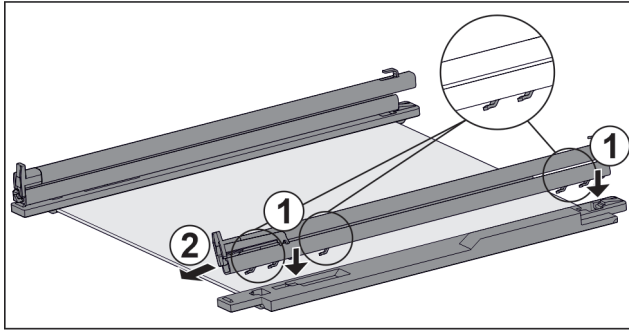

Fig. 154 Стъклена плоча с релси и задържащи части
- ▶ Поставете кукиците на релсата върху отворите на **лявата** задържаща част. Fig. 154 (1)
- ▶ Издърпайте релсата напред. Fig. 154 (2)
- ▶ Поставете кукиците на релсата върху отворите на **дясната** задържаща част. Fig. 154 (1)